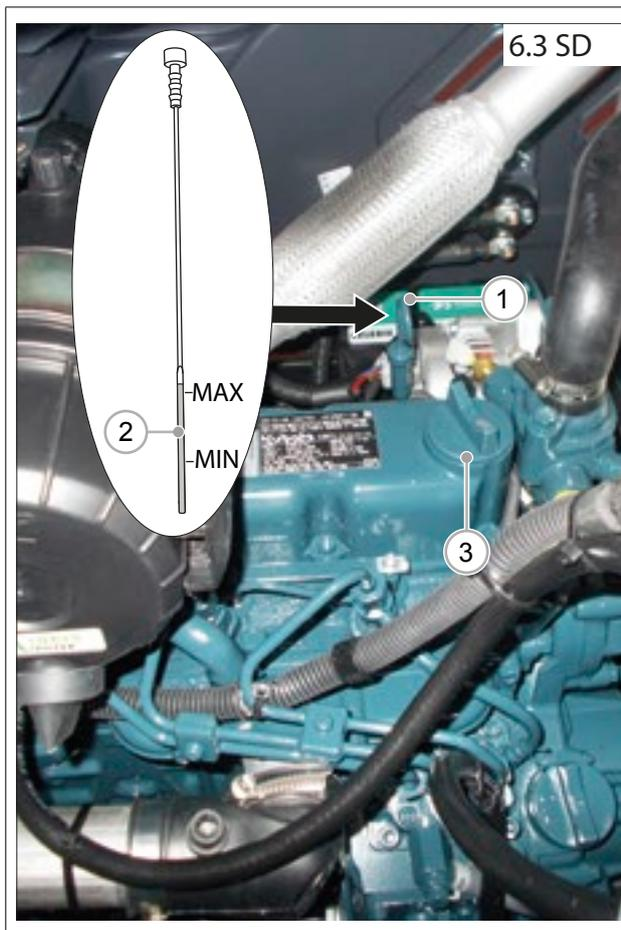
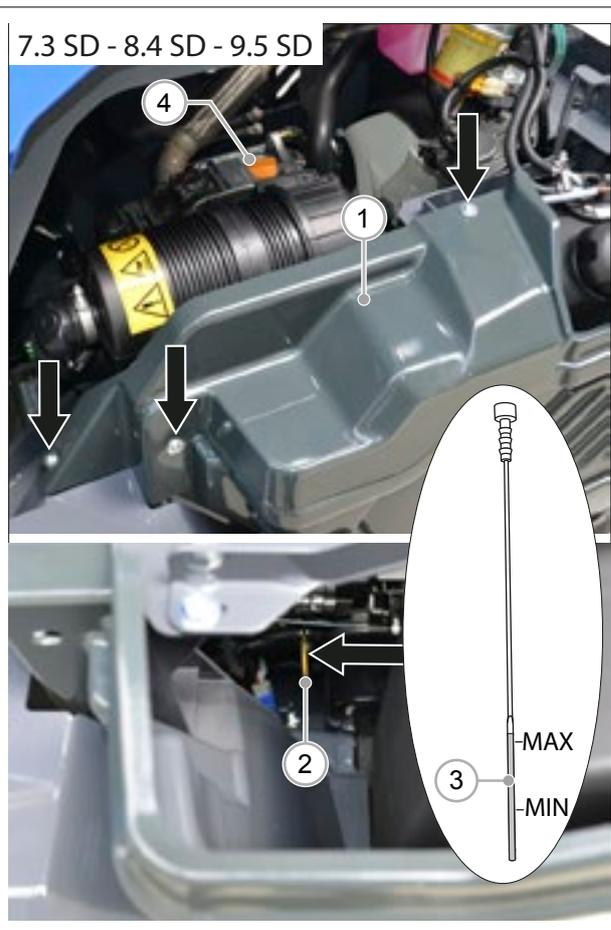

РИС. 55
РИС. 56
- 5) **Модели 7.3 SD - 8.4 SD - 9.5 SD:** Снимите левую панель (РИС. 56 - Сс. 1) ослабив болты, крепящие ее к раме.
- 6) Извлеките щуп (РИС. 55 - Сс. 1 и РИС. 56 - Сс.2) и найдите отметки «максимальный уровень» и «минимальный уровень» (РИС. 55 - Сс. 2 и РИС. 56 - Сс. 3). Уровень масла должен находиться между этих двух отметок.
- Откройте крышку маслосаливной горловины (РИС. 55 - Сс. 3 и РИС. 56 - Сс. 4);